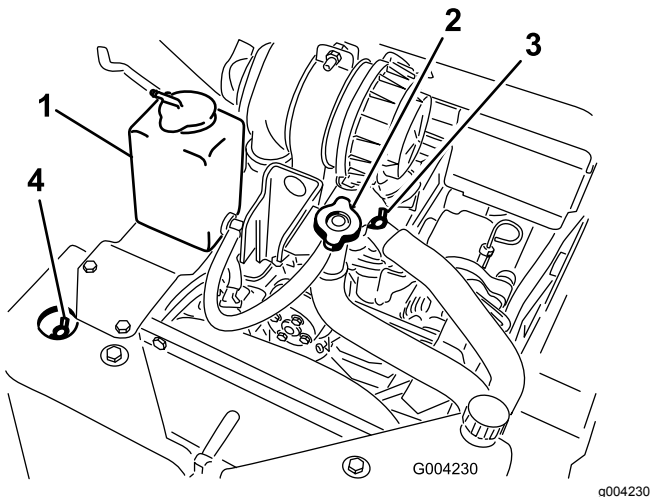

Figure 51
- A. Enlevez le bouchon de remplissage de liquide de refroidissement (Figure 51).
- B. Ouvrez les vannes de purge de liquide de refroidissement avant et supérieure (Figure 51).
commence à sortir par la vanne de purge avant (Figure 51).
- D. Fermez la vanne de purge avant (Figure 51).
- E. Versez du liquide de refroidissement dans le goulot de remplissage jusqu'à ce qu'il commence à sortir par la vanne de purge supérieure (Figure 51).
- F. Fermez la vanne de purge supérieure (Figure 51).
- G. Versez du liquide de refroidissement dans le goulot de remplissage jusqu'à ce qu'il monte dans le goulot (Figure 51).
- H. Remettez le bouchon de remplissage de liquide de refroidissement en place (Figure 51).